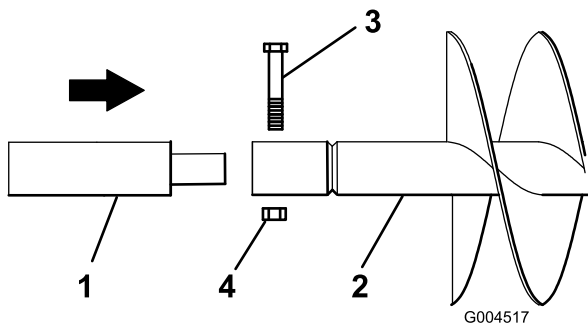

Bild 6
5. Wenn Sie eine Verlängerung mit dem Erdbohrer verwenden, setzen Sie das Ende der Verlängerung in das Ende des Erdbohrers ein und befestigen Sie den Erdbohrer mit einer Schraube (7/8" x 4-1/2") und einer Mutter (7/8") an der Verlängerung (Bild 6).